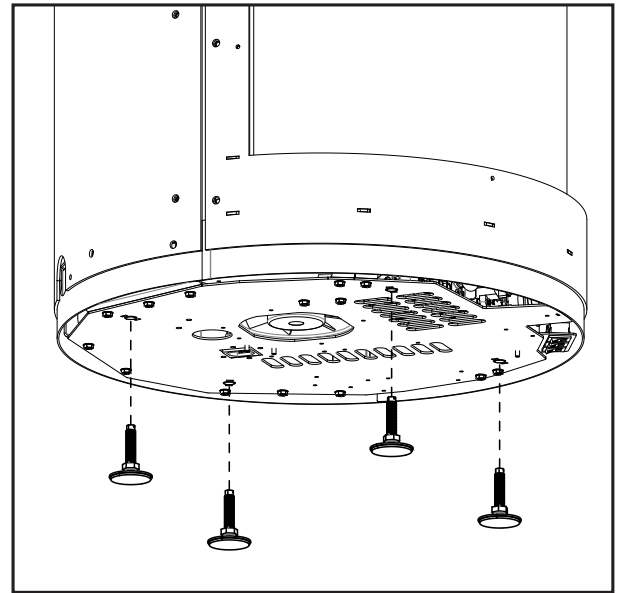

Figure 78: Retrait de la jambe de nivellement
Retirez les quatre (4) pieds de nivellement du bas de l'unité (voir la Figure 78). Ces pieds de nivellement seront réinstallés sur le piédestal.